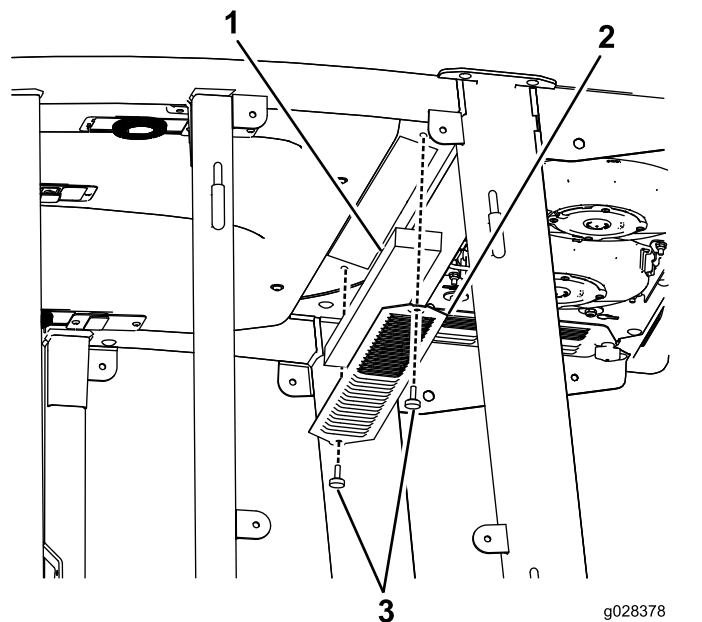
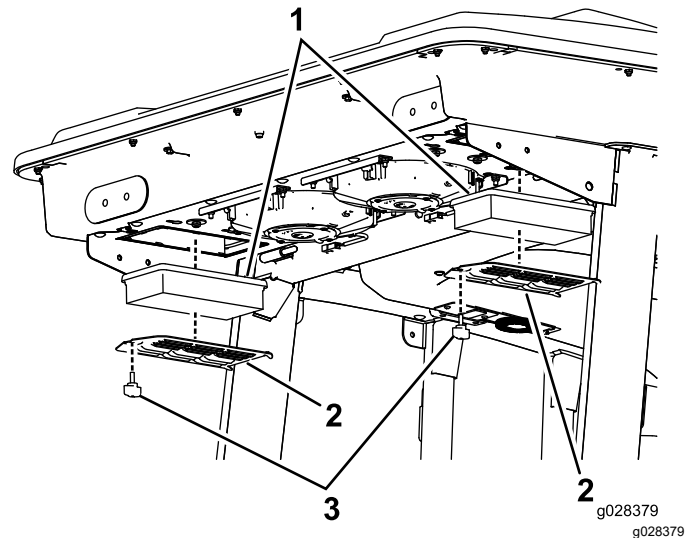
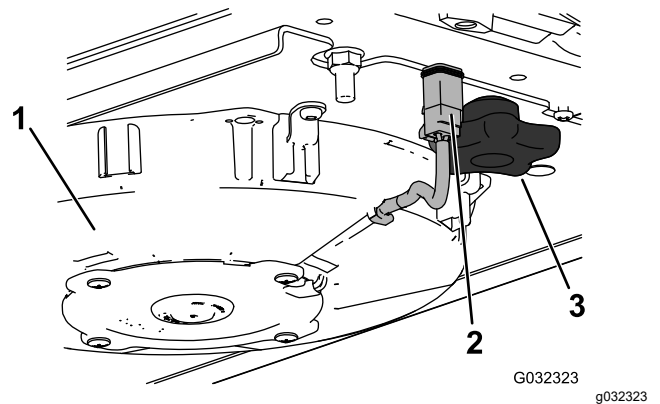
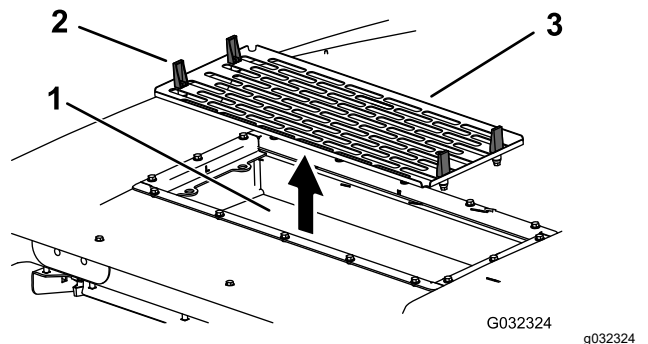

Figura 97
Figura 98
Figura 100
Figura 101
1. Retire los tornillos y las rejillas que cubren el filtro interior y el trasero de la cabina (**Figura 97** y **Figura 98**).
4. Retire los filtros de aire (consulte Figura 98).
6. Instale los filtros de aire, la rejilla y el conjunto del ventilador (Figura 98, Figura 100 y Figura 101).
7. Conecte el cable de cada ventilador (Figura 100).